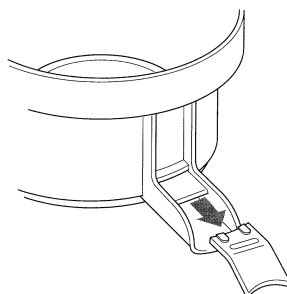

Рис.2
- Подставьте мензурку (12) (или любую другую емкость по Вашему выбору) под носик (7). Носик имеет крышку - брызговик, которую можно снять (см. рис. 2).
- Извлеките шнур питания из кармана (8) и